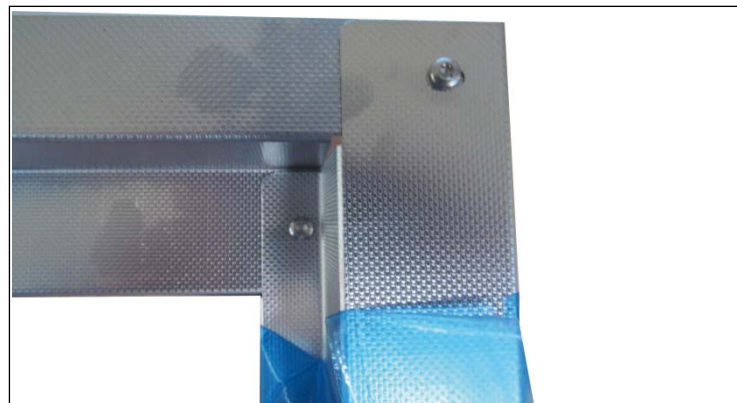

Abb. 4 Montage
3. Mit einem Torxschraubendreher Größe 15 die im Lieferumfang enthaltenen M3x6-mm-Torxschrauben in die Gewindedurchzüge des oberen Rahmenteils einschrauben und mit den Seitenteilen verbinden (Abb. 4)